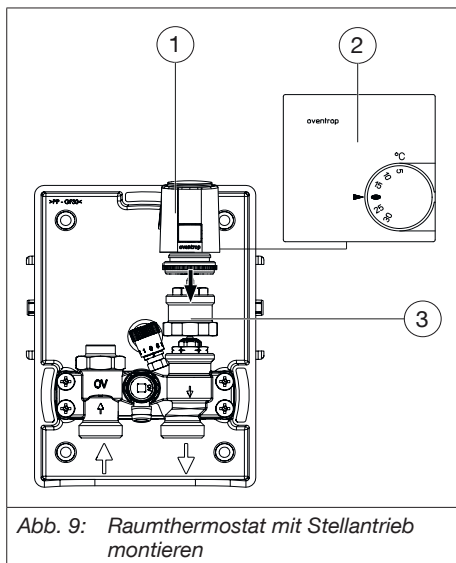

Abb. 9: Raumthermostat mit Stellantrieb montieren
3. Schrauben Sie die Verlängerung (siehe Abb. 9 auf Seite 13 (3)) auf das Ventil.
4. Schrauben Sie den Stellantrieb (siehe Abb. 9 auf Seite 13 (1)) auf das Ventil. Führen Sie das Kabel durch die Bohrung im Wand-einbaukasten (siehe 6.1 auf Seite 9).